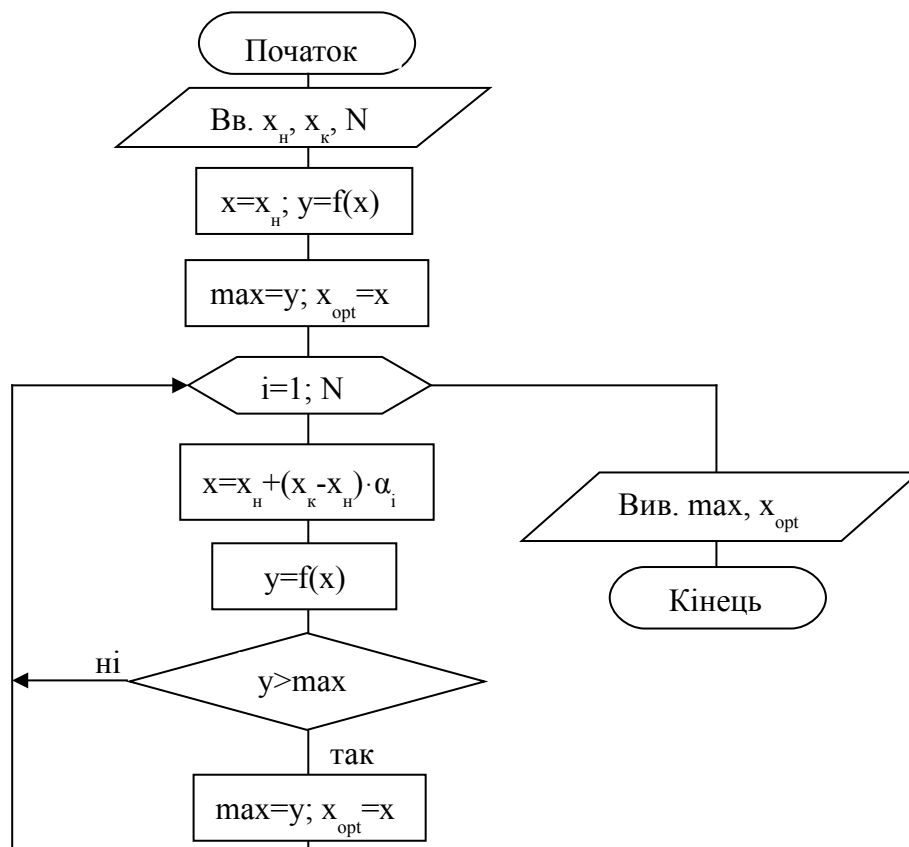

Рисунок 8
2.2 За алгоритмом визначення максимуму цільової функції $y=f(x)$ і оптимального значення x методом Монте-Карло (рисунок 8) скласти програму мовою C++ або BASIC.